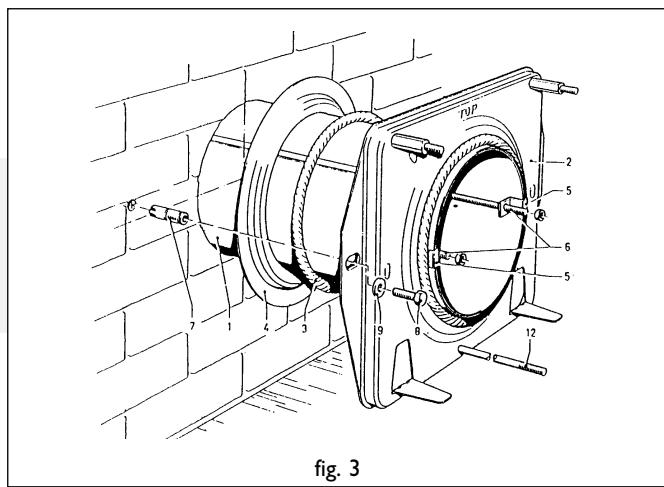

fig. 3
Instalação da bucha de fachada básica (fig. 3)
Instalação da bucha de fachada com tubo de entrada telescópica (fig. 3)
Montagem do armação (fig.3)
- Substituir a cavilha / parafuso (8) (fig 3)por exemplo um parafuso para carrocerias.
- Coloca ao lado do espaço entre o armação (2) e o muro a chapa de placa irradiadora (14).
- Monta ao lado exterior do muro com ajuda de 4 parafusos (16) chapa de silumin (15).